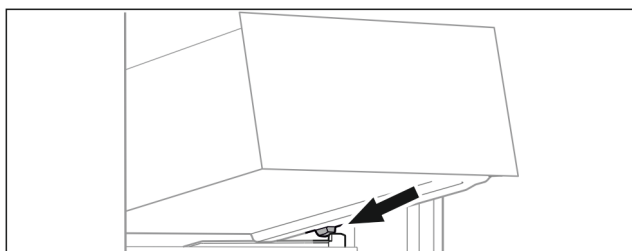

Fig. 28
- ▶ Nasadte zásuvku šikmo za zářez na žebrování na nádoby. (viz Fig. 28)